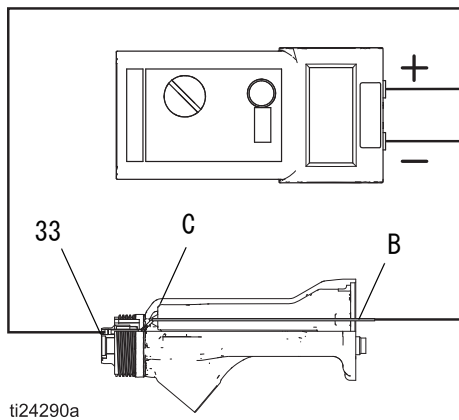

図 22。ガンバレルの抵抗のテスト
1. (電源テストのために取り外した) ガンバレルの中へ、バレルの前面が金属接触 (C) と対になるよう導電性棒 (B) を挿入します。
2. 導電性ロッド (B) と導電性リング (33) 間の抵抗を測定します。図 22 を参照してください。抵抗は 10-30 メガオームである必要があります。抵抗が正確でない場合、バレルの金属接点 (C) と導電性リング (33) がきれいで損傷していないことを確認してください。
3. 抵抗が範囲外である場合、導電性リング (33) を取り外して、導電性ロッド (B) と導電性リングの溝の底にあるリード線間の抵抗を測定します。
4. 抵抗が範囲内にある場合、導電性リング (33) を新しいものと交換します。導電性リングをバレル前面のスロット (S) に挿入してから、リングをしっかりと溝に押し込みます。